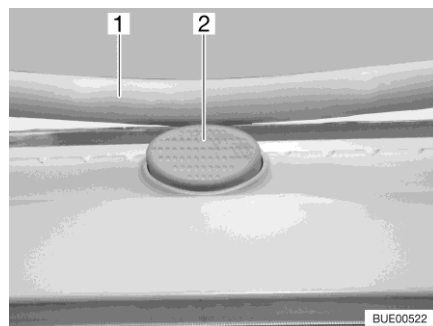

Fig. 114 Botón de seguridad (claraboya Heki)
- Pulsar el botón de seguridad (Fig. 114,2) y tirar el estribo (Fig. 114,1) hacia abajo con ambas manos.
- Presionar el estribo hacia arriba con ambas manos hasta que el estribo se encuentre encima del botón de seguridad (Fig. 114,2).